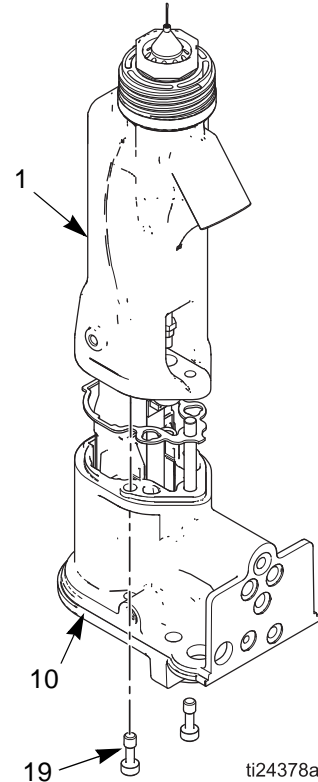

FIG. 34. Namlunun Çıkartılması
4. İki vidayı (19) gevşetin. Bkz. FIGURE 34.
5. Tabanca gövdesini (10) bir elinizle tutun ve namluyu (1) çabucak gövdeden çekin. Bkz. FIGURE 34.